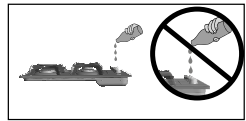

Figura 33.
- Durante las labores de limpieza, debe evitarse la caída de agua y jabón dentro de la válvula (**Ver figura 33**).